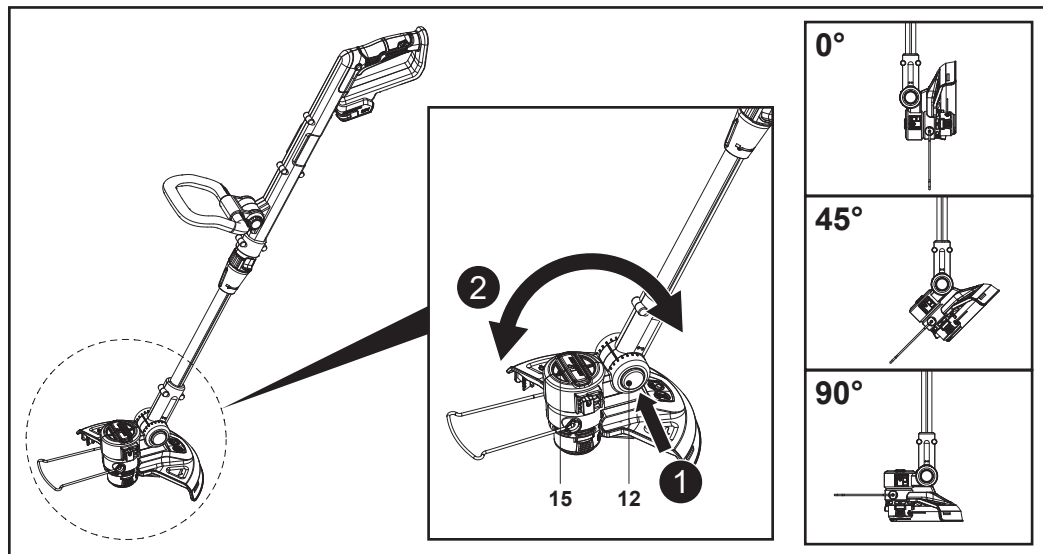

Fig. 7
i **REMARQUE :** La tête de coupe (15) peut être réglée sur 7 positions (0°, 15°, 30°, 45°, 60°, 75°, 90°) (Fig. 7).
1. Appuyer sur le verrou de la tête de coupe (12) (Fig. 7).
2. Régler l'angle de la tête de coupe (15) (Fig. 7).
3. Relâcher le verrou de la tête de coupe (12).
4. S'assurer que la tête de coupe (15) est bien verrouillée.